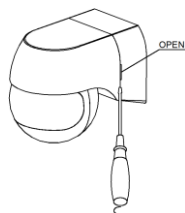

Figura 1
- Afloje el tornillo en la parte posterior y descargue el fondo (consulte la figura 1).